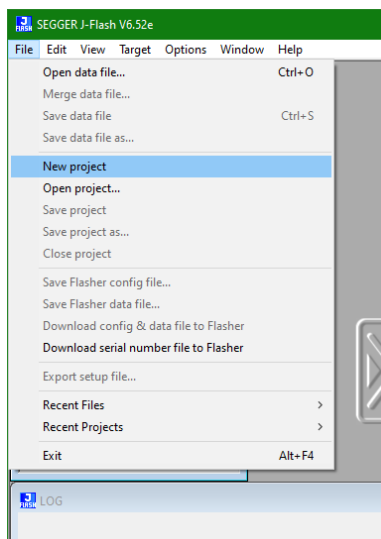

Рисунок 3 — Иллюстрация вызова диалогового окна **New project**
- 2.7 Выбрать в меню **File – New project** (рисунок 3).